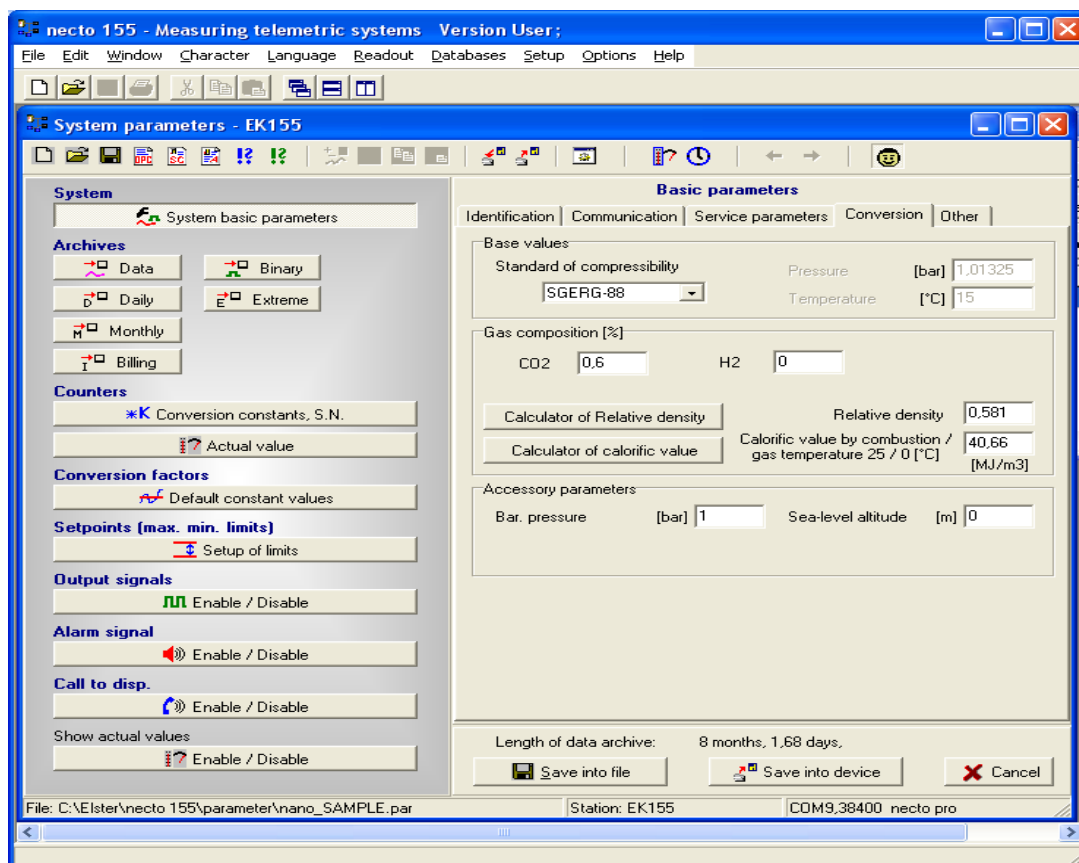
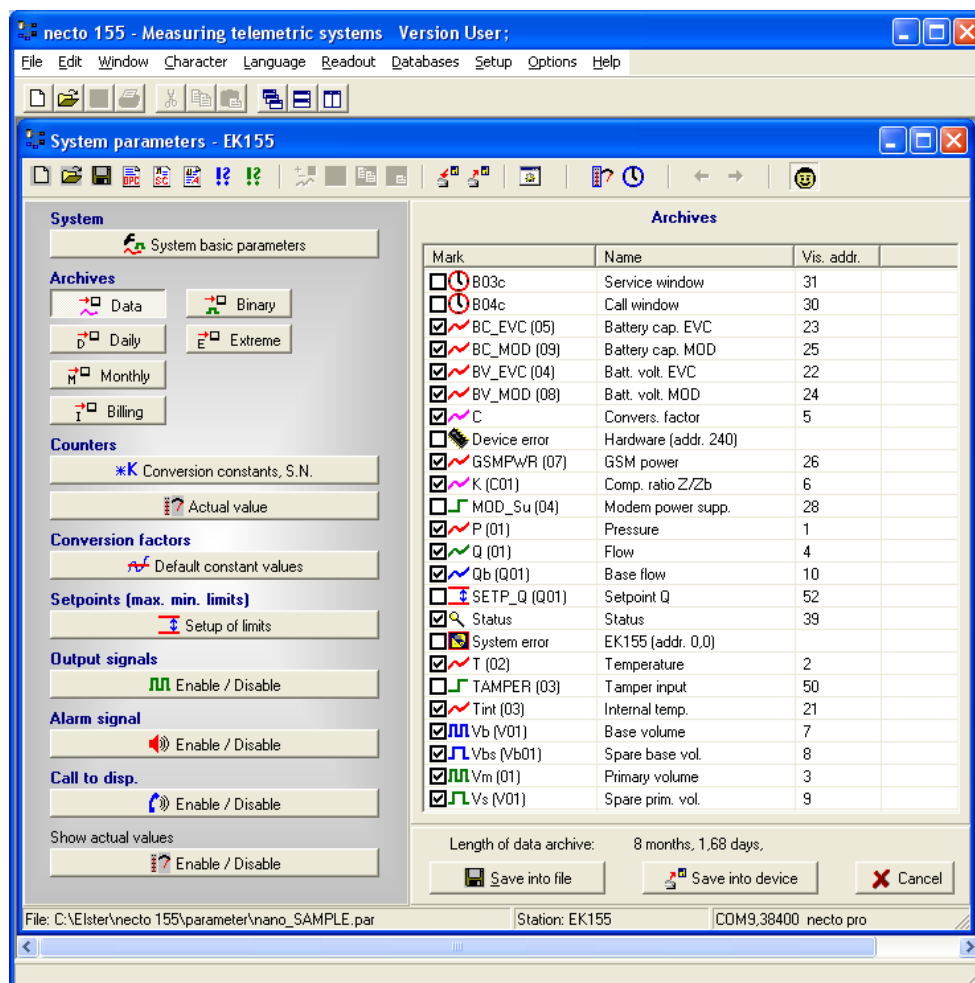

Fig. 26 Parametri di base del dispositivo
Fig. 27 Archivio dei dati
- Controllo dell'algoritmo di elaborazione e dell'impostazione della composizione del gas (vedere Fig. 26)
Sullo schermo sono visualizzati i parametri di base del dispositivo con la possibilità di modificarli (vedere Fig. 26 e Fig. 27).